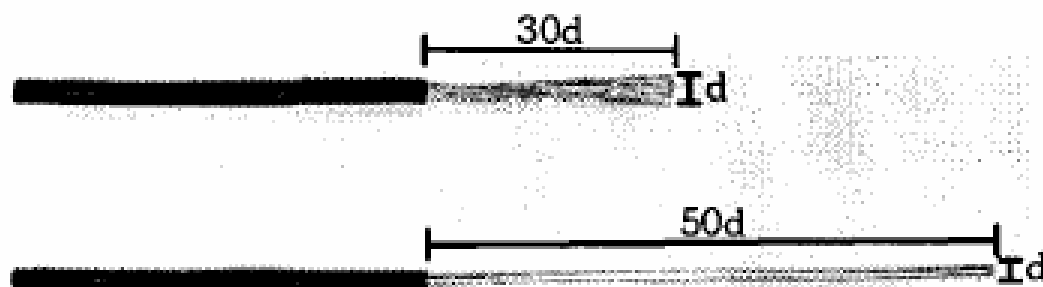

Figura 10.26
1. Remova a isolação de ambos os condutores, conforme a **figura 10.26**.